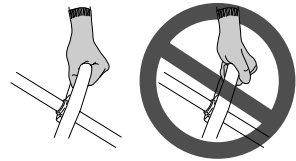

Fig. 36
- Placez votre pouce sur la poignée en U et saisissez la poignée à l'aide des autres doigts. (Fig. 36)